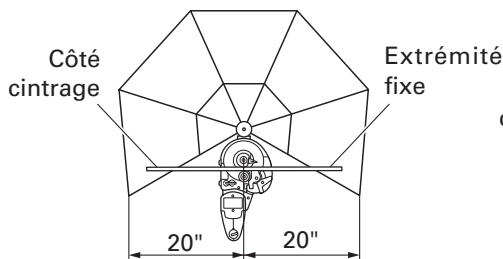

Fig. 19
- (1) Bien installer la protection anti-flèche pour cintrer des barres béton d'une longueur de cintrage et d'une longueur de fixation (dimension intérieure de la protection anti-flèche) égales à 20" moins (Fig. 19)